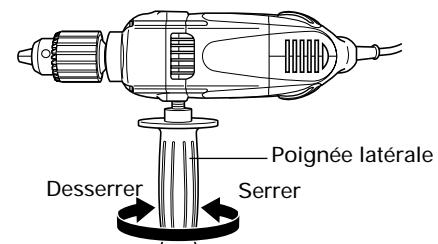

Fig. 5
- (2) Tenir fermement la bague et tourner le manchon dans le sens des aiguilles d'une montre. Serrer à fond.
- (3) Pour retirer la mèche, tenir fermement la bague et tourner le manchon dans le sens inverse des aiguilles d'une montre.
8. Installation de la poignée latérale (Fig. 5)